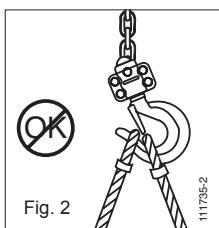

Fig. 2
1. Vérifier que le palan Bravo™ AC est correctement suspendu à son crochet de suspension (rep. 5, fig. 1) et que le lingue de sécurité du crochet (rep. 6, fig. 1) est bien fermé (voir figures 2 et 3).
1. que l'accessoire d'amarrage de la charge porte à fond de crochet et n'empêche pas la fermeture du lingue de sécurité (voir fig. 2 et 3).